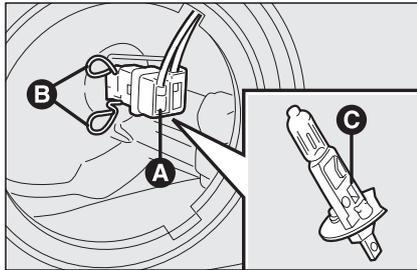

Abb. 22
- Den elektrischen Steckverbinder **A-Abb. 22** abziehen;
- Die Haltefeder der Glühlampe **B-Abb. 22** lösen;
- Die Glühlampe herausnehmen **C-Abb. 22** und durch eine neue ersetzen;